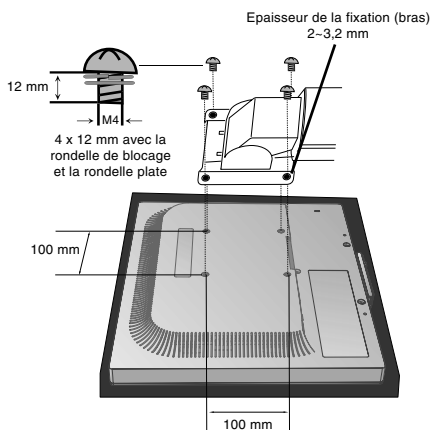

Figure F.1
2. Utilisez 4 vis pour fixer le bras au moniteur (Figure F.1).